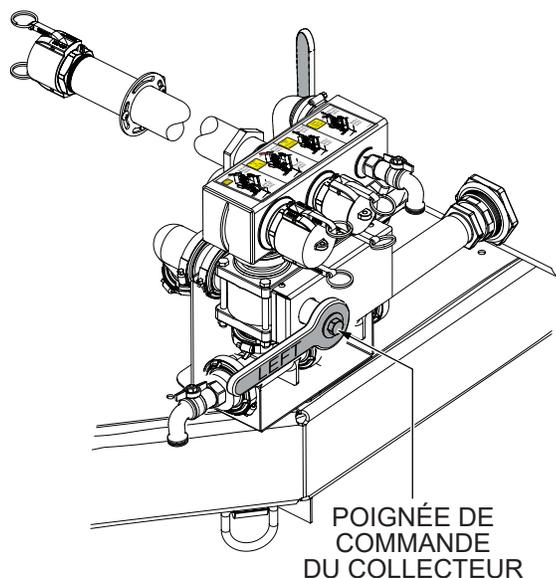

Figure 26. Position de la poignée de commande du collecteur
- Tournez la poignée de commande du collecteur sur la position 9 heures (horizontale/gauche) et laissez-la là (Figure 26).